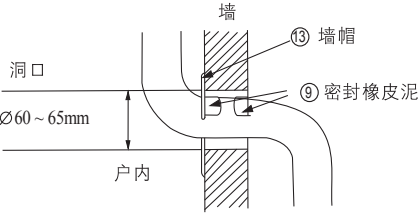

图 29
- 2 用附件⑬墙帽及附件⑨密封橡皮泥来整理墙上的洞,如图29、图30。